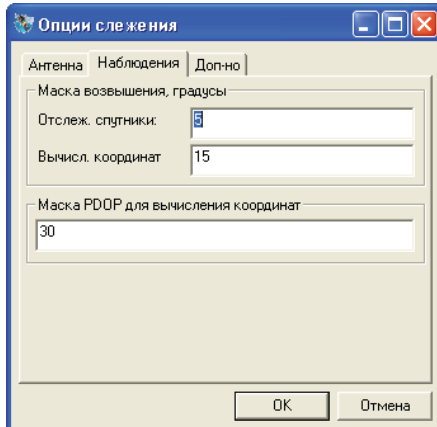

Рис. 3-20. Настройка функции слежения – Маска возвышения
- Нажмите на вкладку *Наблюдения* и установите значение в поле *Маска возвышения, градусы* равное 15 градусам для слежения за спутниками и расчета координат точки стояния (Рис. 3-20), также в этом окне можно установить маску *PDOP* для вычисления координат, после чего нажмите **ОК**.